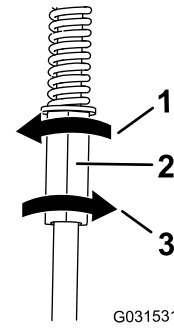

Figura 54
4. Gire la varilla de control izquierda en incrementos de un cuarto de vuelta hasta que la máquina avance en línea recta (Figura 54).